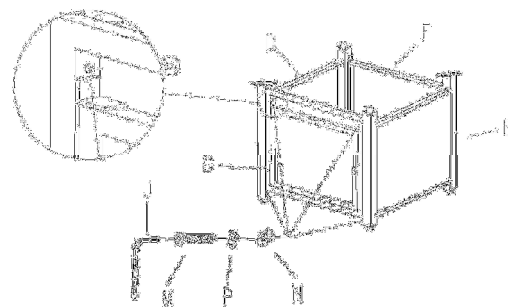

Figure 3
**3.** Attacher le cadre de porte (G) au côté gauche (D) et côté droite (E) avec 4 boulons  $\frac{1}{4}$  in x 15 mm (M), 4 rondelles plates (N) et 4 rondelles élastiques (P) à l'aide de clé Allen (J), (voir Figure 3).